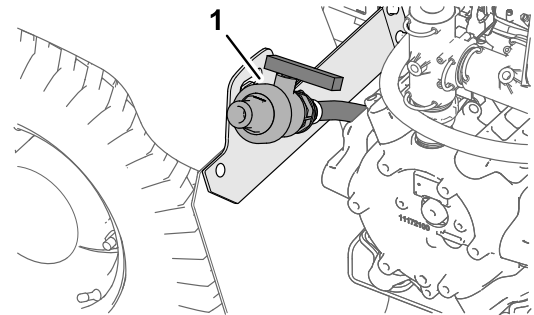

Figure 84
2. Localice la válvula de vaciado del depósito, situada en el guardabarros trasero izquierdo de la máquina (Figure 84).